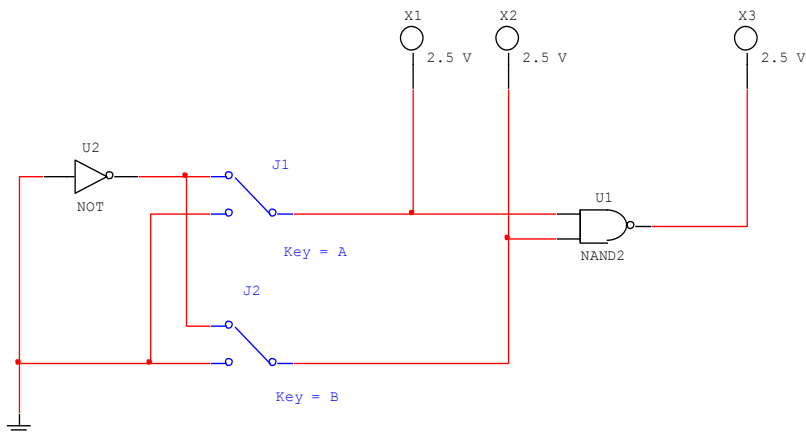

Рис. 23. Схема исследования функции 2И-НЕ
1. Нарисовать схему исследования функции 2И-НЕ (рис. 23).